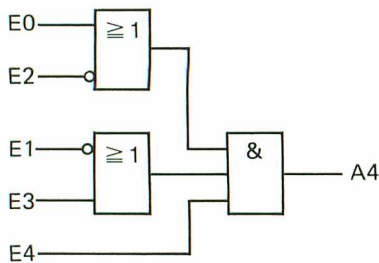

Bild F 14.1
b) Das Bild F 14.1 zeigt den Funktionsplan.